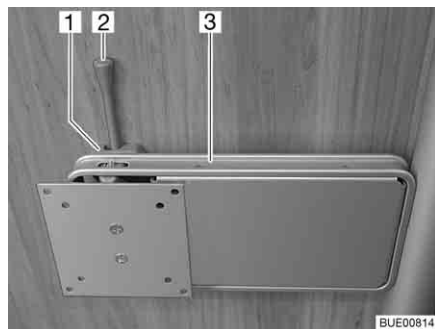

Bild 66 Fäste på pelare
**Justera:** ■ Tryck låsspaken (Bild 66,2) åt sidan och sväng fästet (Bild 66,3) med den platta bildskärmen till önskat läge.
**Förvara:** ■ Vrid tillbaka den platta bildskärmen tills fästet (Bild 66,3) hakar fast i låset (Bild 66,1).